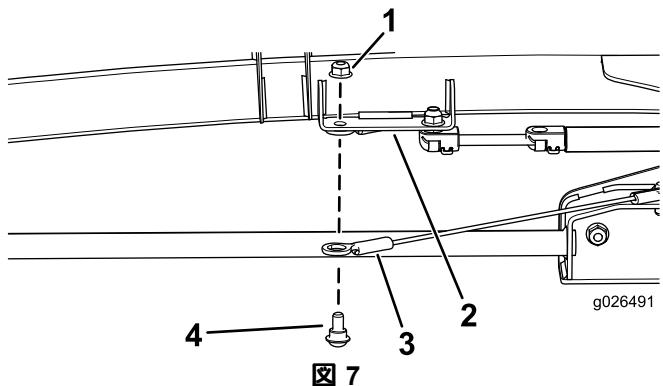

図 7
- ランヤードのもう一方の端をキャブフレームの前ストラットブラケットの穴に取り付けるショルダーボルト5/16 x 1/2インチ、ロックナット5/16インチを使用して図7のように取り付ける。